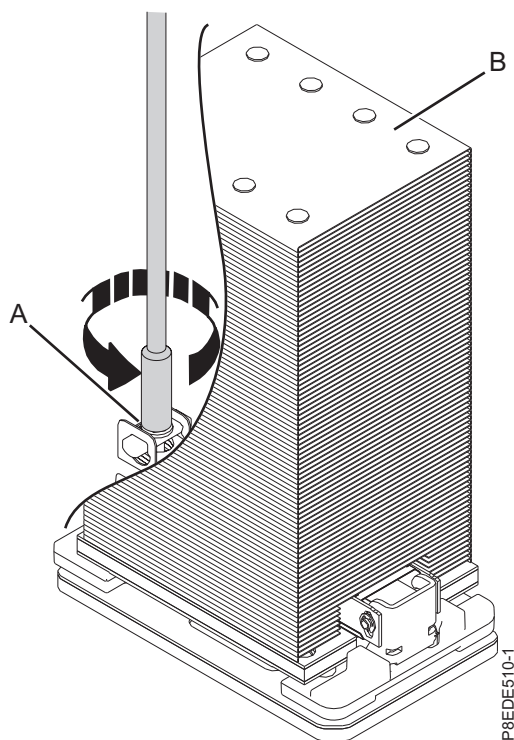

Figura 3. Removendo o dissipador de calor
- a. Solte o parafuso de acionamento do dissipador de calor girando a chave de porca de 5,5 fornecida (número de peça 43W3032) no sentido anti-horário **(A)** até que o parafuso se solte e se mova livremente, conforme mostrado na Figura 3 na página 6.